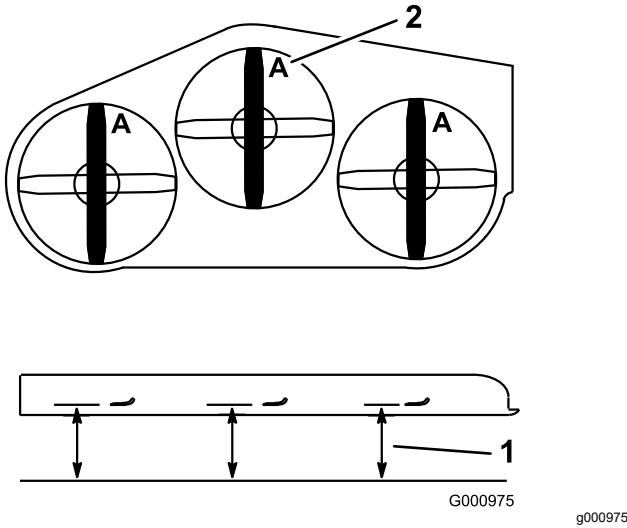

Figure 68
2. Mesurez la distance entre la surface plane et le tranchant (position A) des lames (Figure 68).